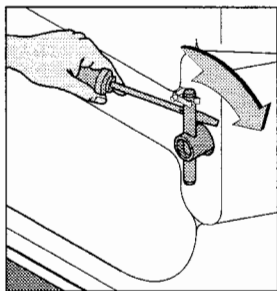

Bild 1
Die Transportsicherung unbedingt vor der Inbetriebnahme entfernen (Bild 1 - 3), sonst muß während des Betriebes mit Schäden am Gerät gerechnet werden.
- **Beide** Stangen aus der Verankerung lösen und herausziehen (Bild 1 und 2)